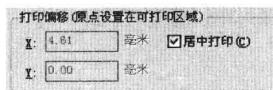

图 10-1-8
(11) 按Esc键，不修改打印范围，重新显示“打印—模型”对话框。
(12) 在打印偏移项目下，勾选“居中打印”，选择“居中打印”，系统会自动计算X偏移值和Y偏移值，在图纸上将指定的打印区域放置在图纸的中间位置进行打印，如图10-1-8所示。